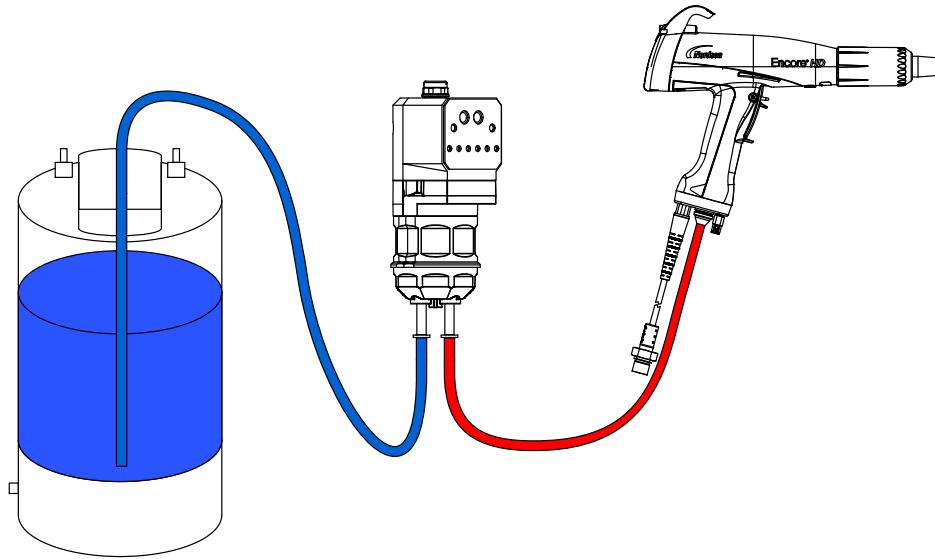

Figura 11 Ligação de tubos
1. Ligue o tubo de aspiração como ilustrado na figura 11 da página 17.